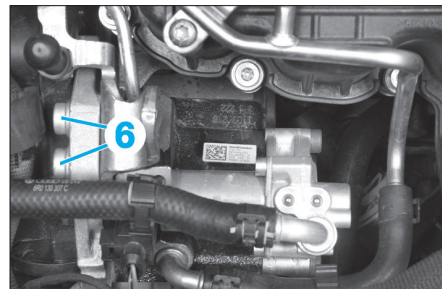
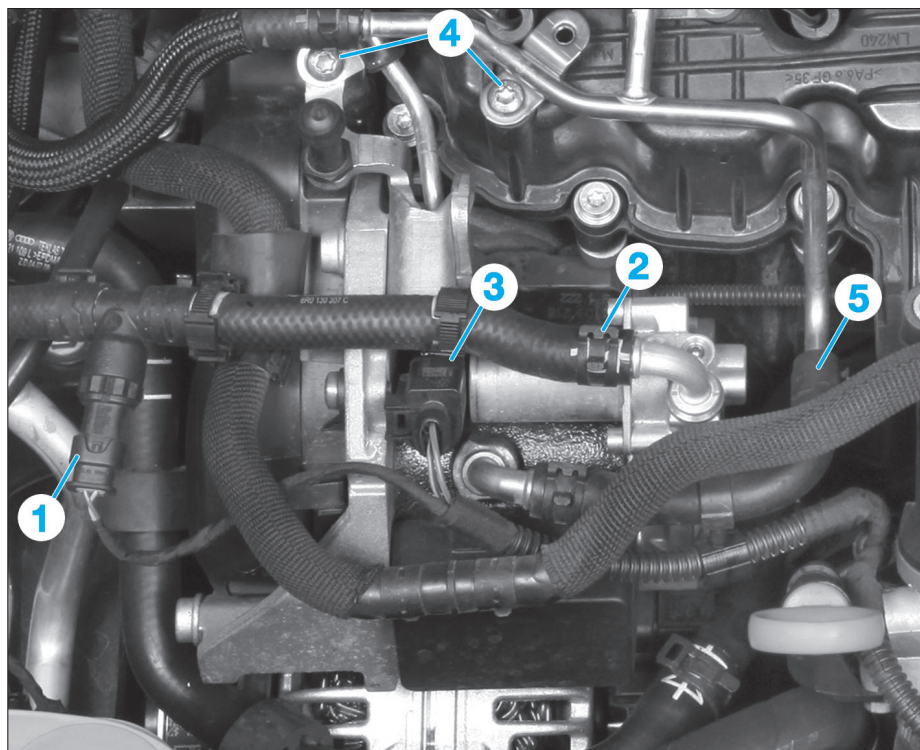

FIG. 65
FIG. 64
- le connecteur (1) (Fig.64),
- le tuyau en (2),
- le connecteur (3),
- les vis (4),
- le tuyau en (5),
- les vis (6), puis le support (Fig.65),